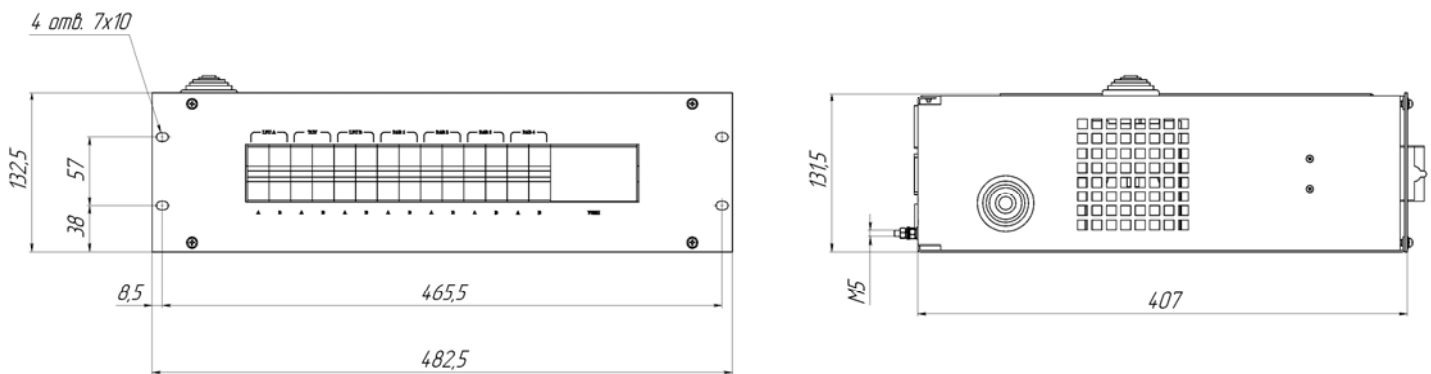

Рис. 1.
- 2.3 Внешний вид и габаритно-присоединительные размеры щита приведены на рис.1.